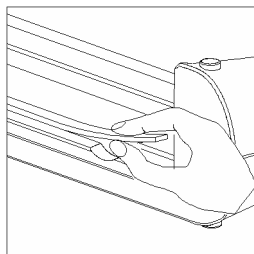

Figura 6
- 2 Rimuovere quindi dal lato opposto alla guida di posizionamento il sistema a lama dalla rispettiva giunzione a maschio. Servirsi a tale scopo delle apposite rientranze presenti su ambo i lati della guida di posizionamento (figura 6).